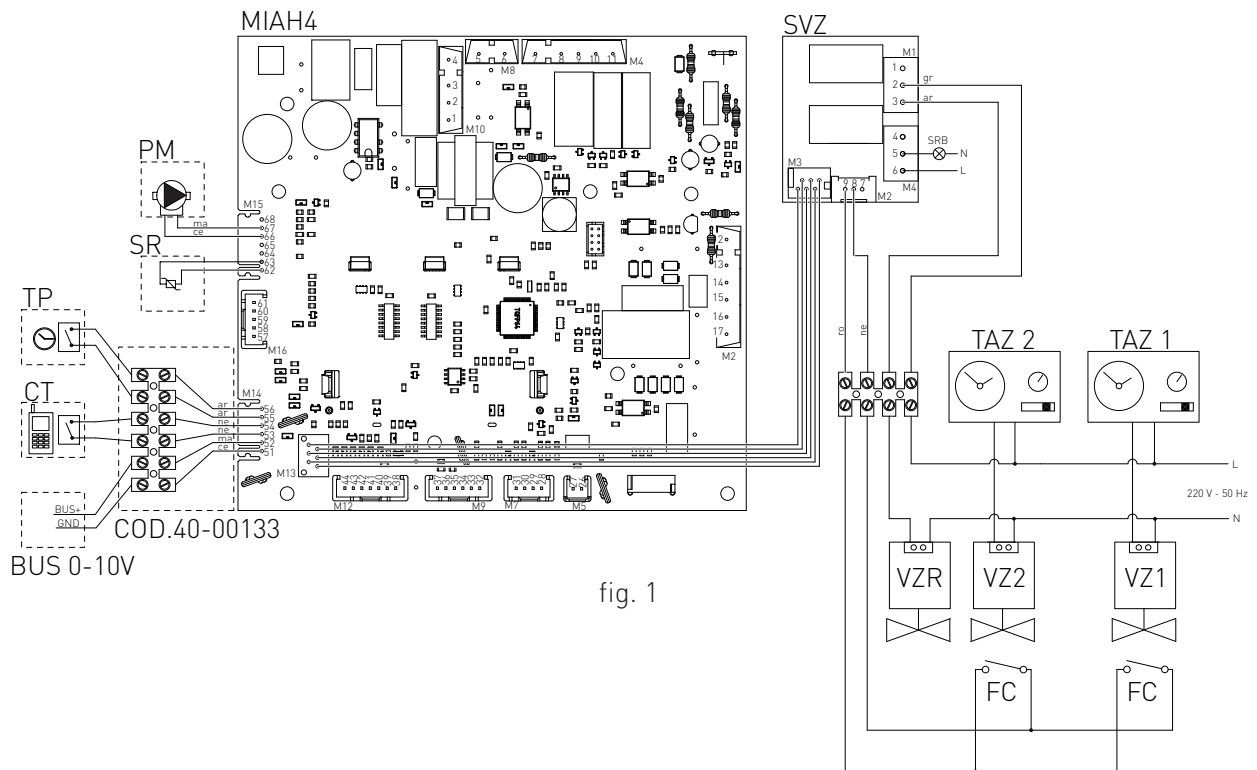

fig. 1
- › După scoaterea capacului, conectați elementele de mai jos la placa electronică (vezi fig. 1):